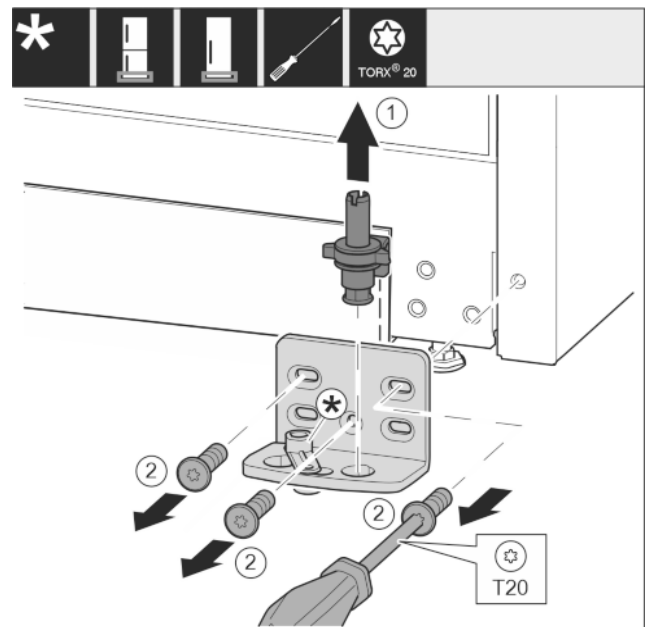

Fig. 19
- ▶ Lagerbolzen komplett nach oben herausziehen. Fig. 19 (1)
- ▶ Schrauben mit Schraubendreher T20 herausdrehen und Lagerbock abnehmen. Fig. 19 (2)